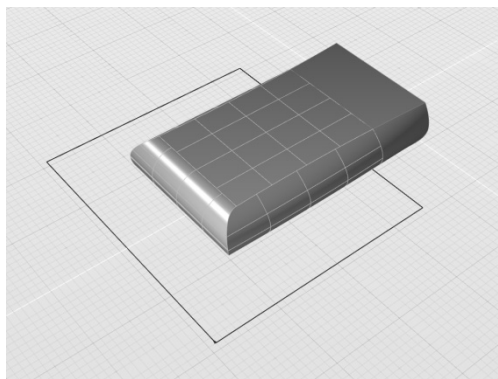

图 4-118 保留两者
- 在“修剪类型”参数中，选中“保留二者”单选按钮，获得结果为两个独立曲面，如图 4-118 所示。